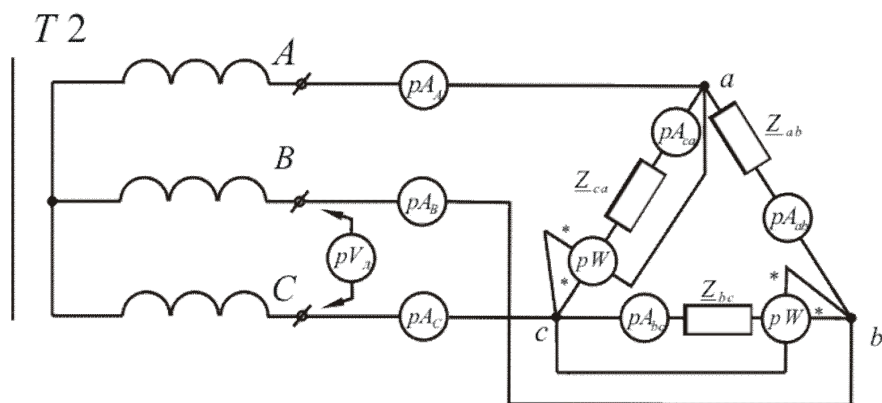

Рис. 6.2.
2. Соберите цепь по схеме, приведенной на рис. 6.2. Произведите замеры показаний приборов при различных режимах трехфазной цепи, которые указаны в табл. 6.1.